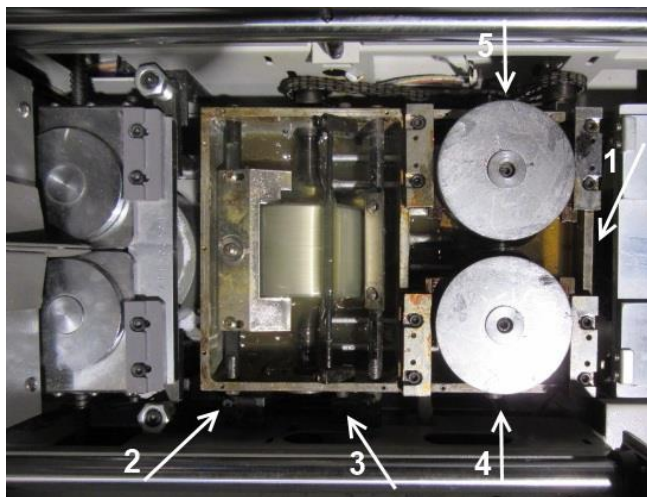

Рис. 1
Крепится в 3-х точках: с одной стороны, ближней к фрезе, на 2-х шарнирах, а с противоположной - подпружиненным винтом (**стрелка 1** – Рис. 1) для оперативной регулировки уровня «выше/ниже».
1. Ограничения слоя клея на валике (стрелка 2 – Рис. 1), а следовательно увеличения/уменьшения волны клея в месте соприкосновения валика и прутка,
2. Ограничения (выравнивания) слоя клея на торце книжного блока (стрелка 3 – Рис. 1).
В этой секции важна регулировка валиков строго по центру книжного блока. Регулировочные винты (**стрелки 4 и 5** – Рис. 1) расположены по центральной оси роликов перпендикулярно движению каретки, сбоку ванны.